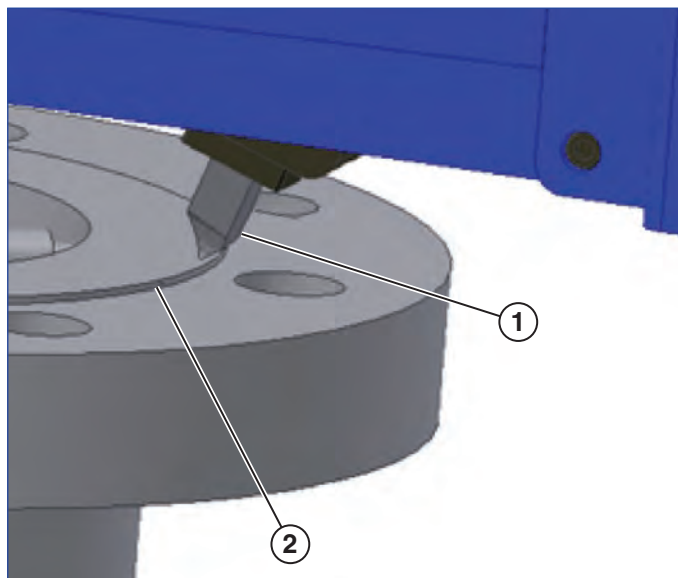

Figura 13
1. Use a chave de catraca para posicionar a ferramenta de corte quase no D.E. da superfície a ser usinada (ver Figura 13).